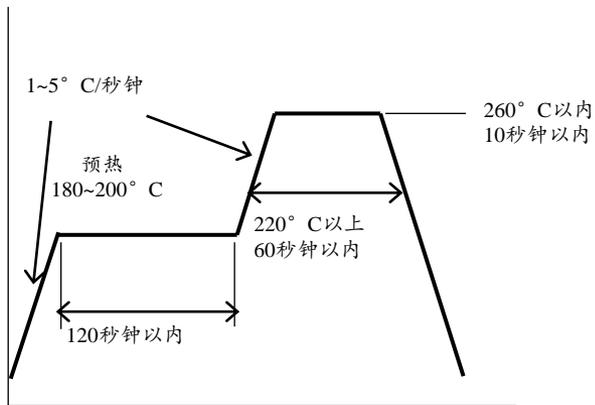

图11. 回流焊推荐条件
- 关于回流焊温度曲线，应该在参考图11的基础上，根据使用的焊料进行设定。